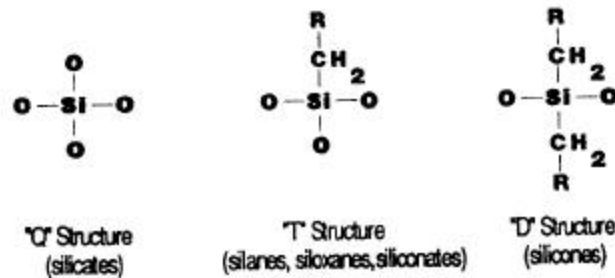
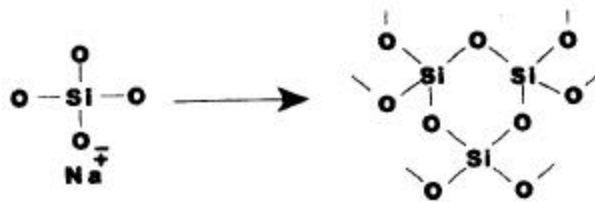

Fig 3.67 - Structure moléculaire des silicates, des siliconates - silanes - siloxanes et des silicones.
Fig 3.68 - Réactivité des silicates.
- Il fut un temps où l'on croyait que les silicates pénétraient dans le béton et réagissaient avec le calcaire libre pour former des sels insolubles qui colmataient les pores du béton (Fig 3.67 et Fig 3.68)